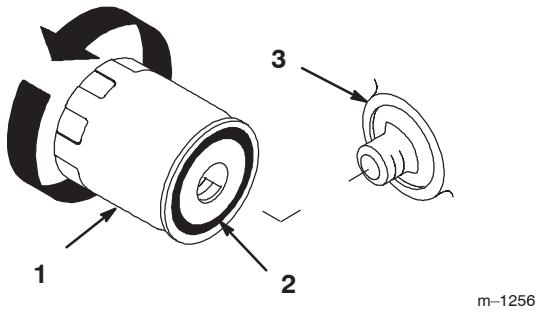

Bild 47
2. Entfernen Sie den alten Filter und wischen Sie die Dichtfläche am Anbaustutzen (Bild 47) ab.
4. Ölen Sie die Gummidichtung am Austauschfilter (Bild 47) leicht mit Frischöl ein.
5. Setzen Sie den Austauschfilter auf den Anbaustutzen auf. Drehen Sie den Ölfilter nach rechts, bis die Gummidichtung den Filterstutzen berührt. Ziehen Sie den Filter dann um eine weitere 1/2 Umdrehung fester (Bild 47).